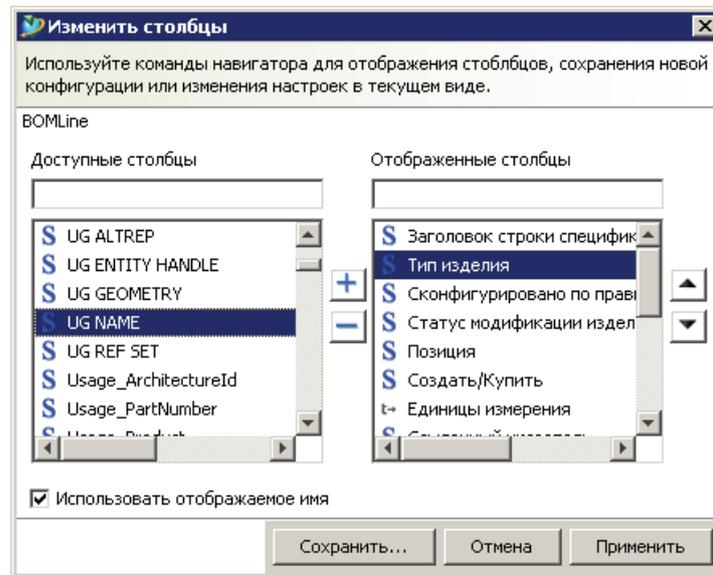

Рисунок 12.9
- в открывшемся диалоговом окне **Изменить столбцы** в левой части окна, в поле **Доступные столбцы** выбрать столбцы, которые должны быть добавлены, и переместить их в поле **Отображенные столбцы** нажатием кнопки с пиктограммой **+** на ней (рис. 12.9);